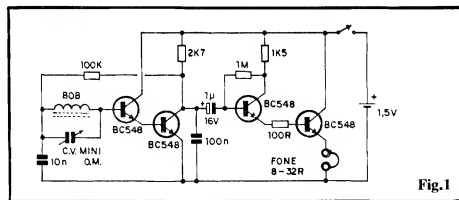

Fig. 1
- FIG. 1 - DIAGRAMA ESQUEMÁTICO DO CIRCUITO - Um circuito, baseado totalmente em transistores comuns (porém de alto ganho individual...), foi escolhido, com seus 4 componentes ativos (todos meros BC548...) agrupados em dois blocos Darlington. Os dois BC548 da esquerda amplificam, em ganho bastante elevado e de forma direta, a Rádio-Frequência previamente sintonizada pelo conjunto LC (bobina e capacitor variável para O.M.). Como um "lado" do conjunto de sintonia é acoplado diretamente à base do conjunto Darlington, o capacitor de 10n. desacopla à "terra", de modo a não "bagunçar" a polarização dos transistores... Falando em polarização, como carga de coletor desse primeiro Darlington temos um resistor de 2K7, enquanto que, na "polarização automática" de base, usamos um resistor de 100K, com o sistema promovendo, além do estabelecimento do "ponto" ideal de funcionamento dos transistores, um certo